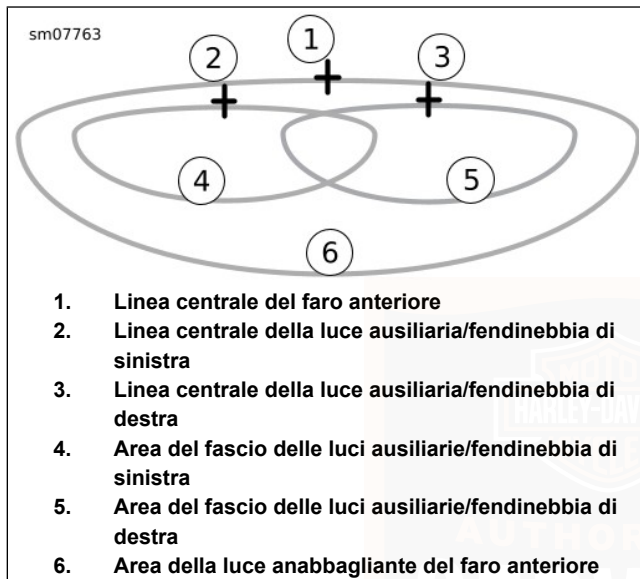

Figura 84. Fascio di luce del faro anteriore: Tipo a LED con luci ausiliarie/fendinebbia
4. Vedere Figura 84. Contrassegnare sul muro le linee centrali, orizzontali e verticali delle luci ausiliarie/fendinebbia (2, 3).
7. Accendere la luce anabbagliante e coprire sia il faro anteriore che la luce ausiliaria/fendinebbia di destra. Regolare la luce ausiliaria/fendinebbia di sinistra, in modo che l'intera zona ad alta intensità (4) sia sotto la linea mediana, come mostrato in Figura 84.